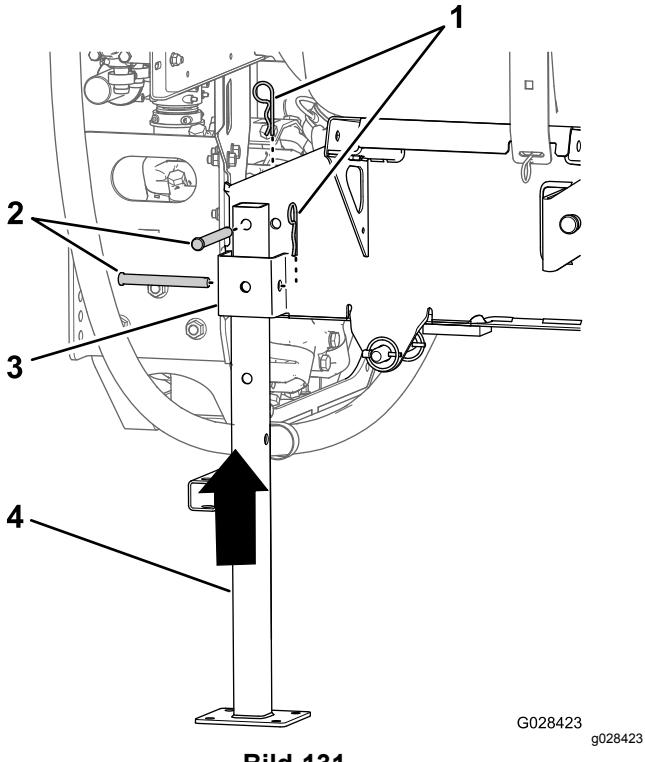

Bild 131
5. Fluchten Sie den hinteren Stützbock mit der Aufnahme für den hinteren Stützbock aus (Bild 131).
6. Fluchten Sie das Loch oben am Stützbock mit dem Loch im Rahmen des Behältergestells aus (Bild 131).
7. Befestigen Sie den Stützbock mit zwei Lastösenbolzen (1/2" x 41/2") und zwei Splints (5/32" x 25/8") an der Aufnahme und dem Rahmen, wie in Bild 131 abgebildet.